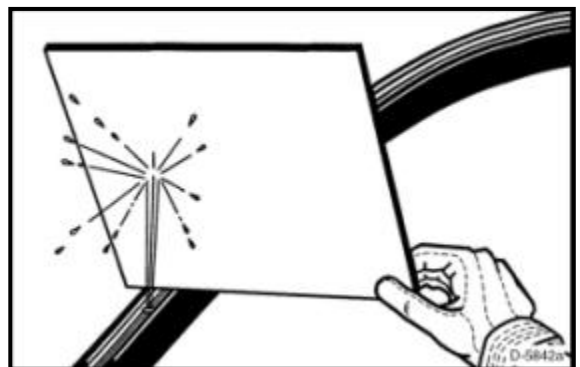

Abb. 58 Lecksuche mit einem Stück Pappe
- Verwenden Sie zur Lecksuche ein Stück Pappe oder Holz (Abb. 58) und führen Sie dies nicht mit den Händen durch.